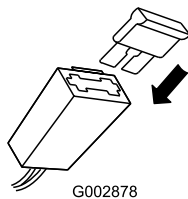

Figure 22
2. Placez le fusible dans le porte-fusible (Figure 22).